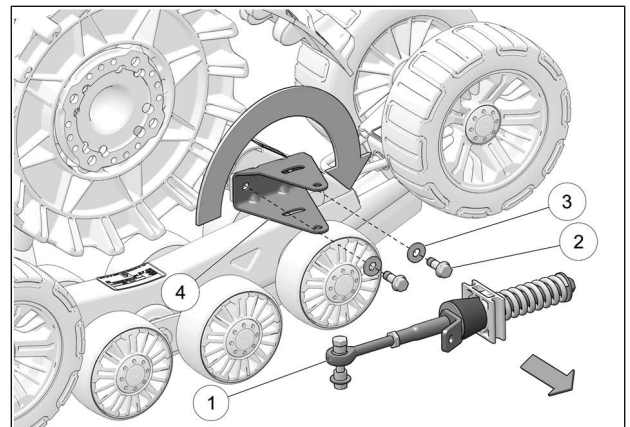

Fig. 13
4. Retirer les bras stabilisateurs (1). Retirer ensuite les boulons (2) et rondelles (3) qui fixent les ancrages antirotation (4) aux systèmes avant. Pivoter les ancrages antirotation (4) de 180°. Voir la Fig. 13